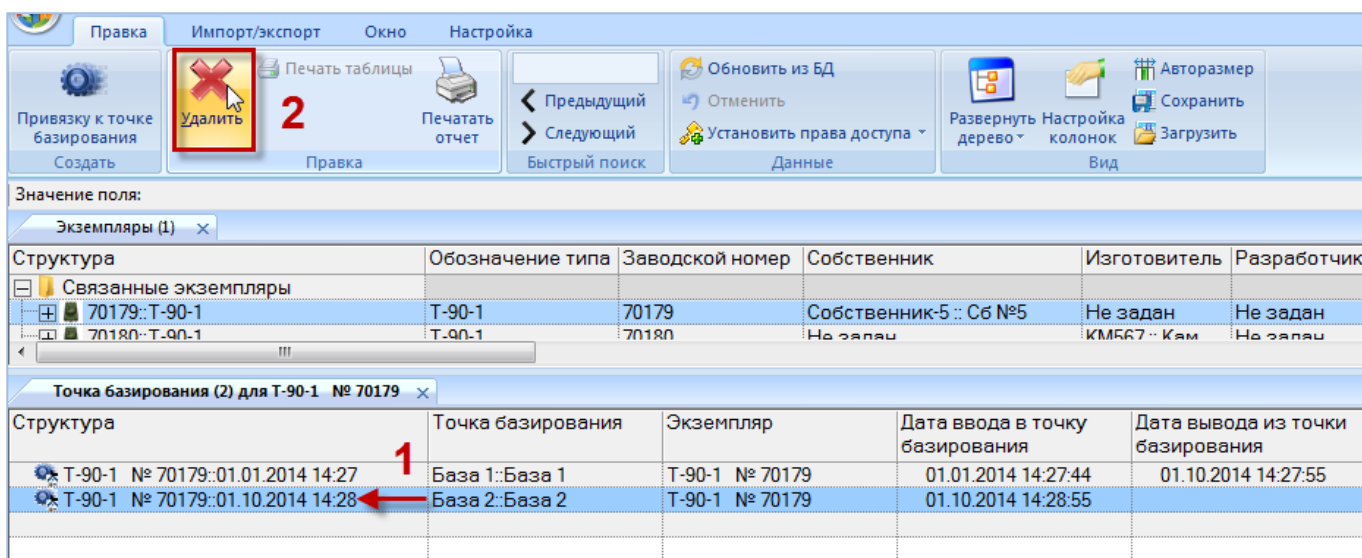

Рис. 23-52 – Окно связанных объектов «Точка базирования» для экземпляра ФИ
- 3) Выделить движение в окне связанных объектов («Собственник», «Эксплуатант», «Точка базирования» – для экземпляра ФИ и «Движения ПКИ в эксплуатации», «Движения по месту» для экземпляра ПКИ) и нажать кнопку «Удалить» панели «Правка» (рис. 23-52). Для выделения нескольких движений использовать клавиши CTRL и SHIFT.